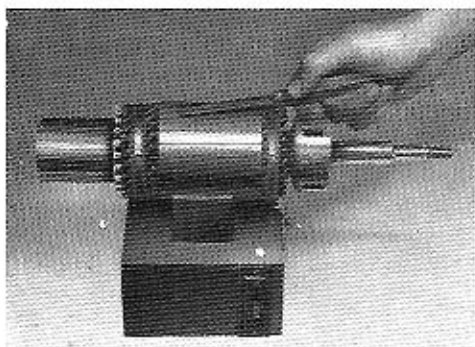

Abb. No. 13.
- a) Eine Kurzschlussprüfung aller Statorspulen gegen Masse durchführen, ebenso der einzelnen Windungen der Doppelspule untereinander. Dann eine Kurzschlussprobe der isolierten Kohlebürstenhalter gegen Masse durchführen. Diese Kontrolle kurzdauernd mit Netzstrom 220 V, 50 c über eine Glühlampe durchführen. (Siehe Abb. No. 13.)